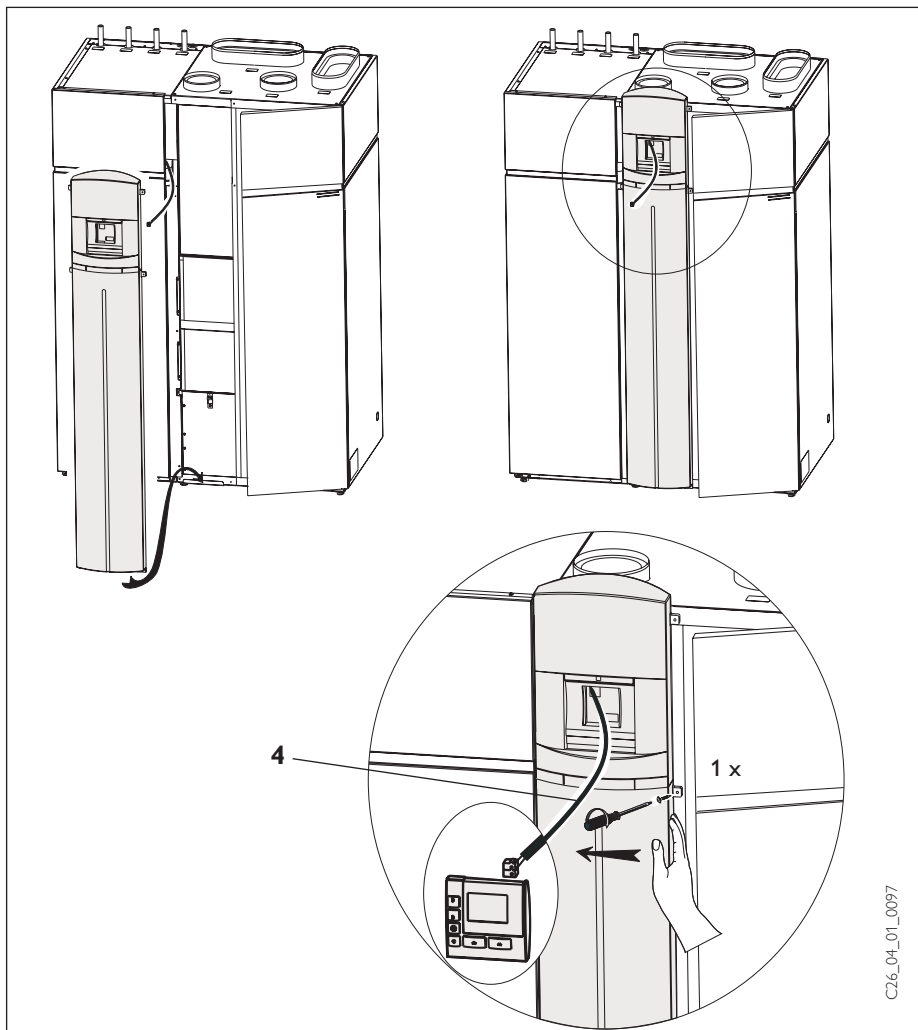

Abb. 17
- ⇒ Seitenwand (1) in die Rückwand vom Speichermodul einhängen und unten am Rahmen anschrauben.
- ⇒ Deckel (2) mit der Rückwand und der Seitenwand verschrauben.
- ⇒ Vorderwand (3) in die Seitenwand (1) einhängen, dabei die Busleitung durch die Ausklinkung in der Vorderwand nach vorn aus dem Gerät herausführen (Abb. 17). Anschließend die Vorderwand unten am Rahmen anschrauben.
- ⇒ Blende nach Abb. 17 montieren.